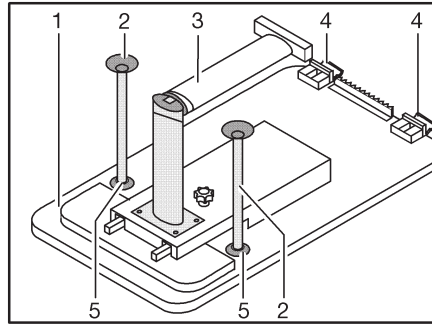

Fig. 83 Sommier de lit
- Soulever légèrement le plateau de table (Fig. 83,1) à l'avant.
- Déverrouiller le pied de table (Fig. 83,3) au niveau de l'articulation et le replier.
- Faire pivoter le plateau de table de 45° vers le haut et décrocher les fixations (Fig. 83,4) du rail de fixation supérieur.
- Suivant le modèle, enfoncer les deux pieds d'appui supplémentaires (Fig. 83,2) dans les fixations (Fig. 83,5) sur le dessous du plateau de table.